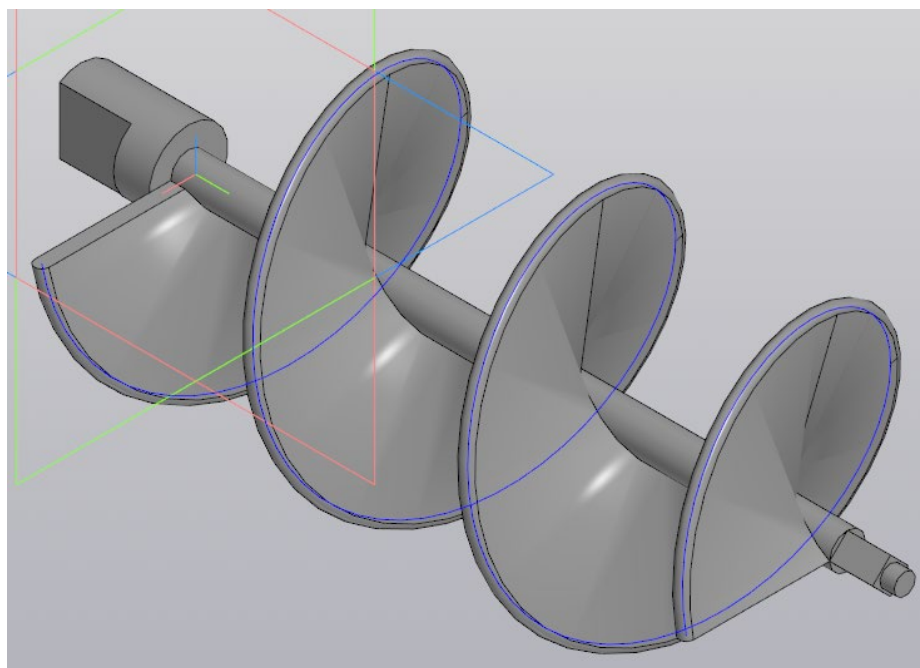

Рисунок 50 – Готовая деталь модели шнека
8.11 На торцевой стороне ромба снова создайте эскиз. Спроецируйте ромб и создайте окружность диаметром 3 мм. Вырежьте эскиз на расстояние 2 мм. Модель шнека готова (рис. 50).